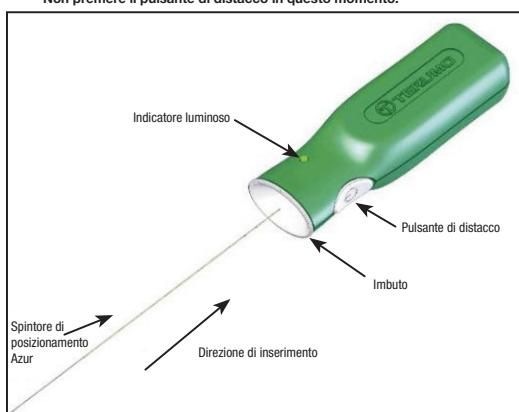

Figura 4 – Controller di distacco Azur
- Aprire la busta del tappo vascolare Azur e rimuovere l'anello erogatore dalla busta. Prima di utilizzare il dispositivo, rimuovere il cuneo dall'anello di distributore. Tenendo in posizione l'impianto del tappo vascolare Azur e l'introduttore, estrarre lo spintore dall'anello erogatore in modo tale che l'estremità prossimale dello spintore di posizionamento sia esposta. Prestare attenzione per evitare di contaminare questa estremità dello spintore di posizionamento con sostanze estranee quali il sangue o il mezzo di contrasto. Inserire saldamente l'estremità prossimale dello spintore di posizionamento nella sezione a imbuto del controller di distacco Azur. Vedere la Figura 4. Non premere il pulsante di distacco in questo momento.
31. Collegare l'estremità prossimale dello spintore di posizionamento al controller di distacco Azur inserendo saldamente l'estremità prossimale dello spintore di posizionamento nella sezione a imbuto del controller di distacco Azur. Vedere Figura 4.